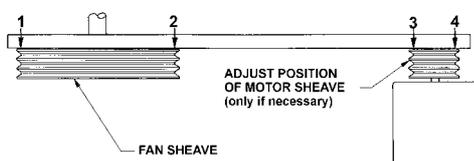

Abb. 20 – Überprüfen der Riemetriebausrichtung
8. Messen Sie die Ausrichtung der oberen und unteren Kante der Motorplatte und überprüfen Sie, ob die Abstände zum Gehäuse gleich sind. Dadurch wird gewährleistet, dass die Riemenscheiben, die bereits werkseitig voreingestellt sind, auch wirklich richtig ausgerichtet sind. Zur Endkontrolle kann ein Lineal von Antrieb- zur Abtriebsscheibe gelegt werden, wobei so eine 4-Punkt-Auflagefläche entstehen sollte (siehe Abb. 20). Ansonsten muss die Antriebsscheibe nachjustiert werden.